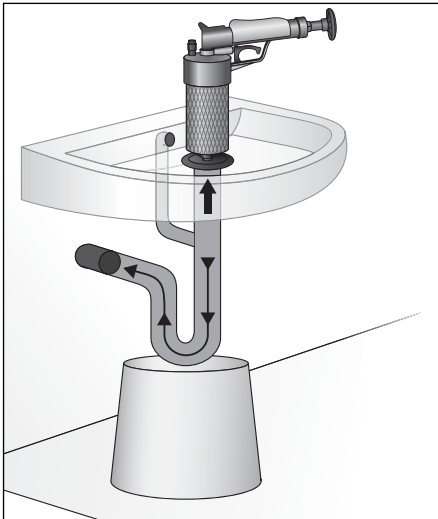

Abb. 6
6. Ziehen Sie den Stöpsel heraus und setzen Sie das Gerät, wie in Abb. 6 dargestellt, auf den Abfluss.